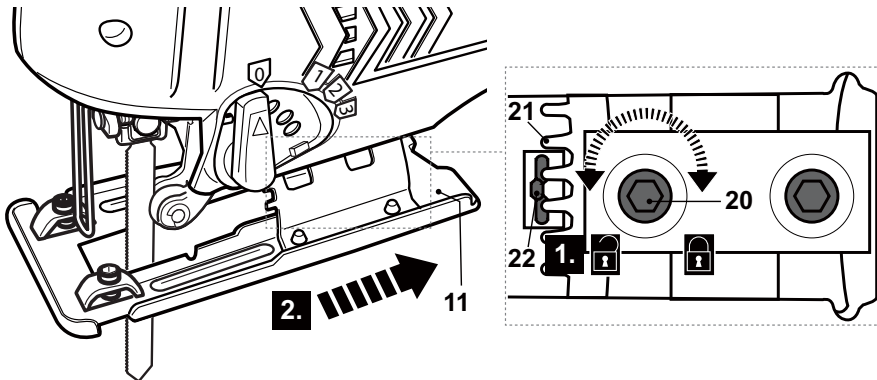

Fig. 7
- > Afloje los 2 pernos de cabeza hexagonal (20) con la llave hexagonal (6) en sentido antihorario (Fig. 7, paso 1).
- > Desplace la placa base (11) hacia atrás para desacoplar los dientes (21) del engranaje (22) (Fig. 7, paso 2).